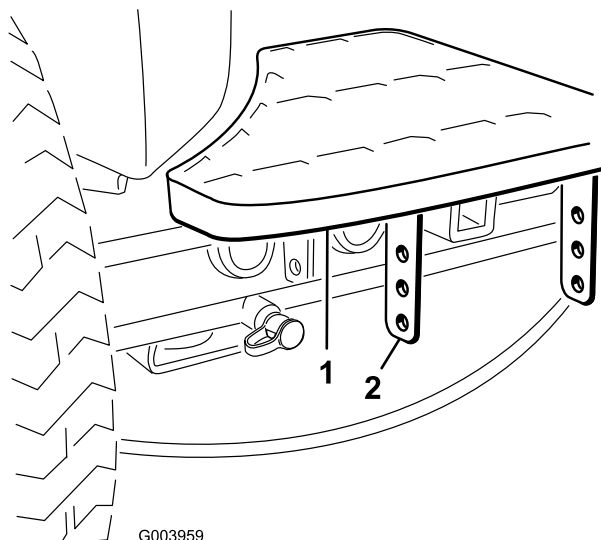

Figura 2
1. Togliete i due bulloni e i dadi che fissano le staffe dei gradini al telaio del trattorino (Figura 2)